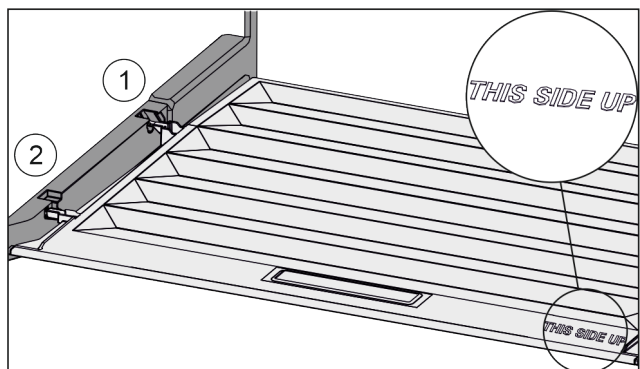

Fig. 148
- ▶ Dekselranden via de opening van de achterste houder Fig. 148 (1) aanbrengen en van voren in de houder Fig. 148 (2) klikken.